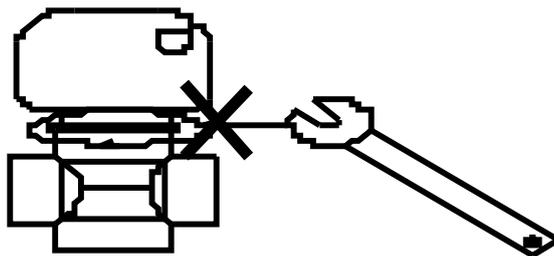

Рисунок 10
- Реле потока должно быть установлено на прямом трубопроводе, с двух его сторон должно быть более чем в пять раз больше длины диаметра трубы. Направление движения жидкости должно соответствовать стрелке на контроллере. Клеммная колодка должна находиться в удобном для работы положении (рис. 10).